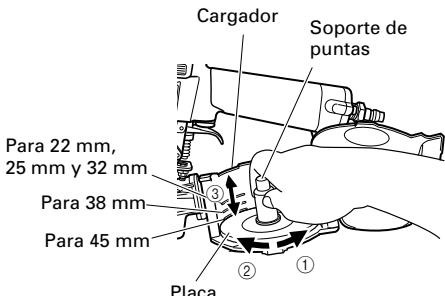

Fig. 2
- (2) Ajuste la posición del soporte de puntas de acuerdo con la longitud de las mismas. (Fig. 2)